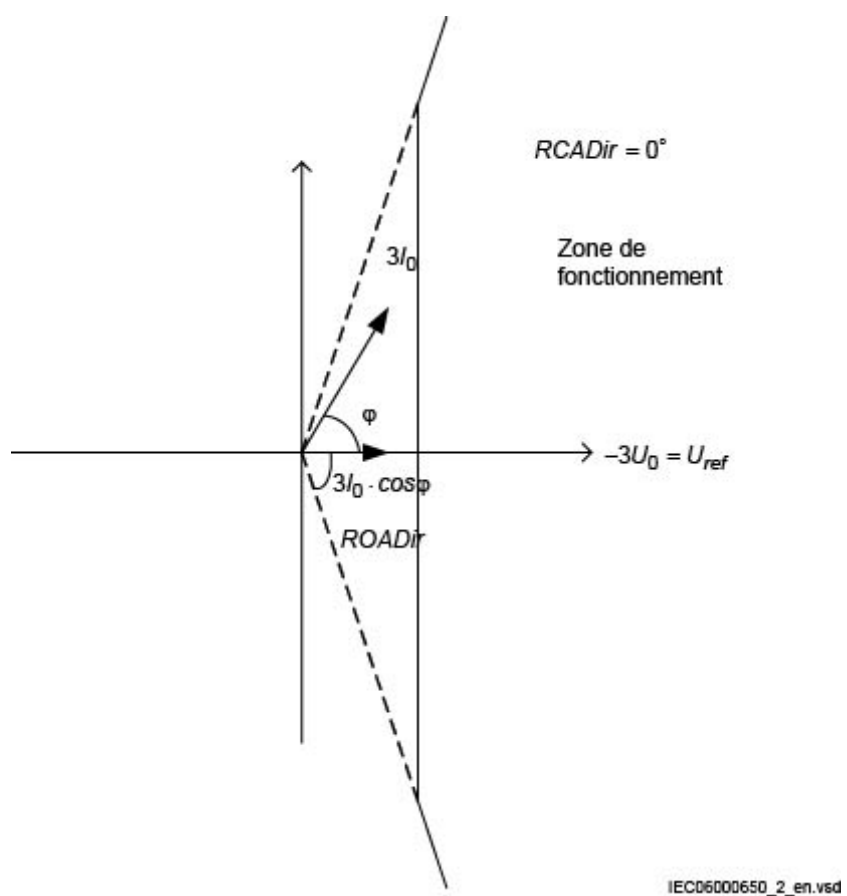
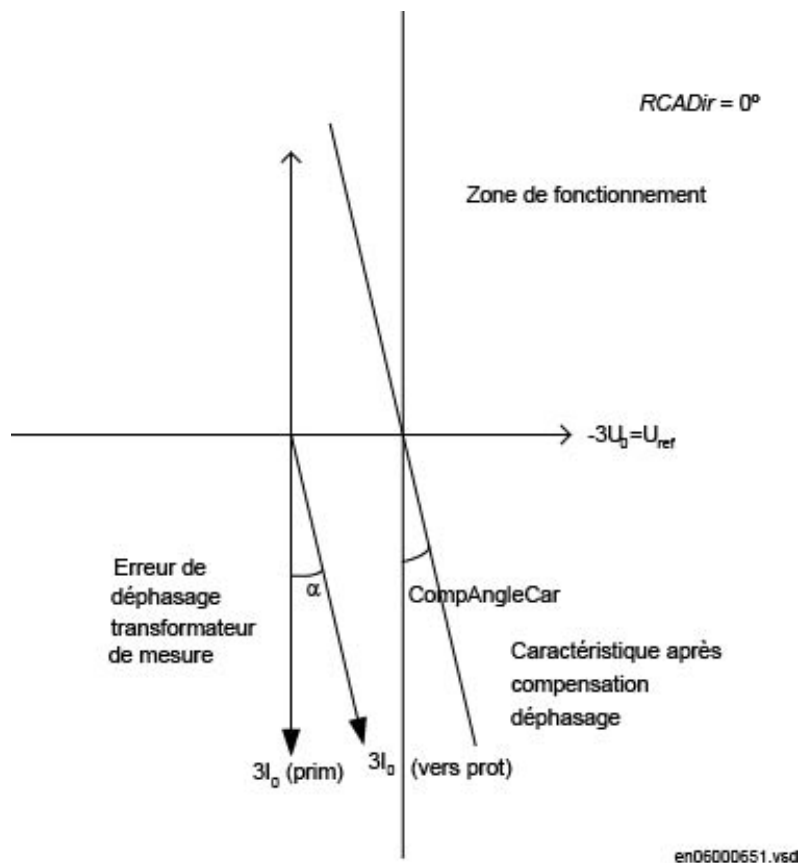

Figure 13: Caractéristique avec restriction $ROADir$
Figure 14: Explication de RCAcomp
Prendre en compte la caractéristique assignée, voir Figure 13 et Figure 14.
4. Comparer le résultat avec la valeur assignée et s'assurer que le nouveau courant injecté $3I_0 \cdot 3U_0 \cdot \cos \varphi$ est égal au réglage SN . Prendre en compte la caractéristique assignée, voir Figure 13 et Figure 14.